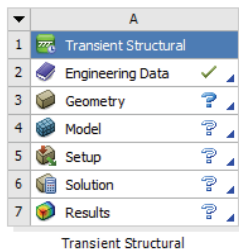

图 14-1 分析项目
2) 双击主界面 Toolbox 中的 Analysis System > Transient Structural 选项, 即可在项目管理区创建分析项目 A, 如图 14-1 所示。